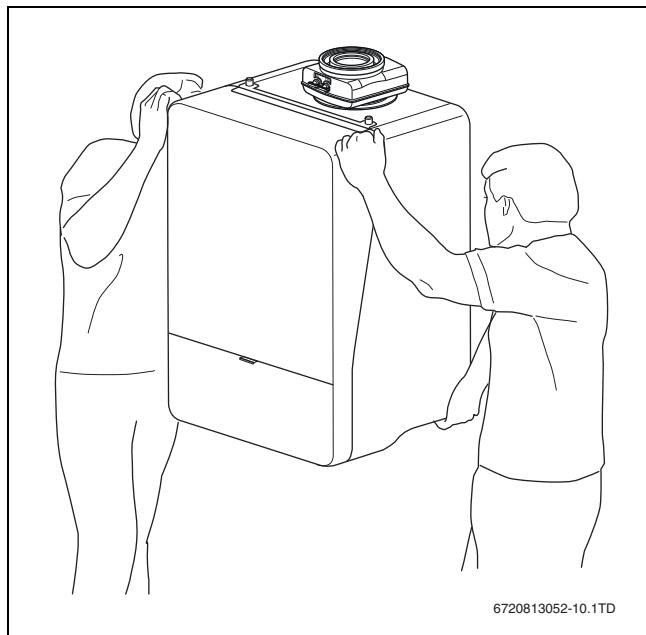

Рис. 12 Правильный подъём и переноска котла
- Берите котёл только за боковые стороны, а не за панель управления или патрубок отвода дымовых газов (→ рис. 12).